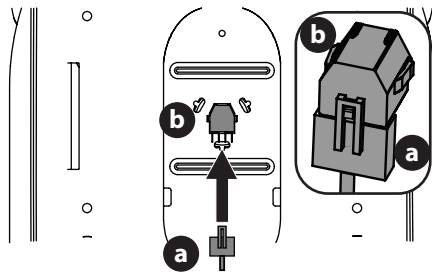

Figura 8
- Si es necesario, conecte el arnés de cables del interruptor del asiento (a) al interruptor del asiento (b) (Figura 8). Sujete el cable sobrante alejado de los puntos de apriete antes de continuar.